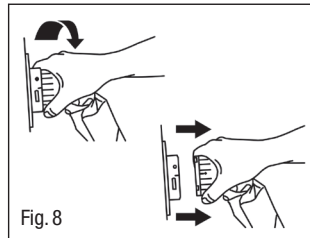

Fig. 8
5.4 Instalación para Transporte del Paciente (Fig. 8)